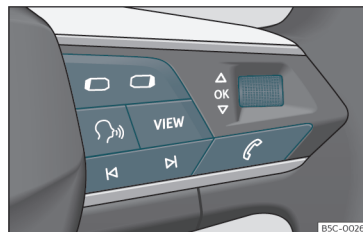

Fig. 56 Lato destro del volante multifunzione: tasti per l'utilizzo dei menu e delle indicazioni informative del quadro strumenti.
In presenza di un avvertimento con priorità 1 >>> pag. 74, non sarà possibile accedere ad alcun menu. Alcuni avvisi possono essere confermati o nascosti con il tasto **OK** del volante multifunzione >>> **fig. 56**.
- Se viene visualizzato un messaggio o il pittogramma di un veicolo, premere il tasto **OK** >>> **fig. 56**, se necessario ripetutamente.
- Per cambiare menu usare i tasti  o  >>> **fig. 56**.
- Per aprire il menu o l'indicazione informativa visualizzata premere il tasto **OK**»» fig. 56 o attendere alcuni secondi, finché il menu o l'indicazione informativa non si aprirà automaticamente.
- Nel menu visualizzato ruotare la manopola destra del volante multifunzione»» fig. 56 finché non verrà marcata l'opzione del menu desiderata. L'opzione appare contrassegnata.
- Premere il tasto **OK**»» fig. 56 per effettuare le modifiche desiderate. Una marcatura indica che il sistema o funzione in questione è attivato.
Premere il tasto **OK** o **OK**»» fig. 56.